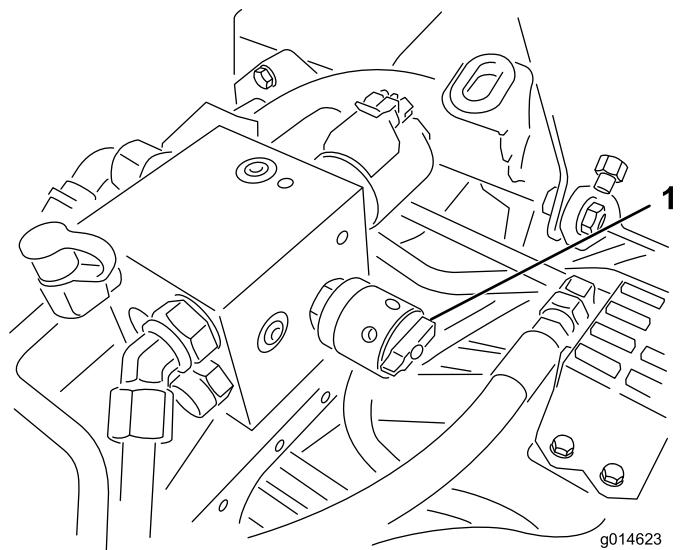

Figura 51
6. Girate il comando di velocità dei cilindri in posizione 1 (Figura 51).